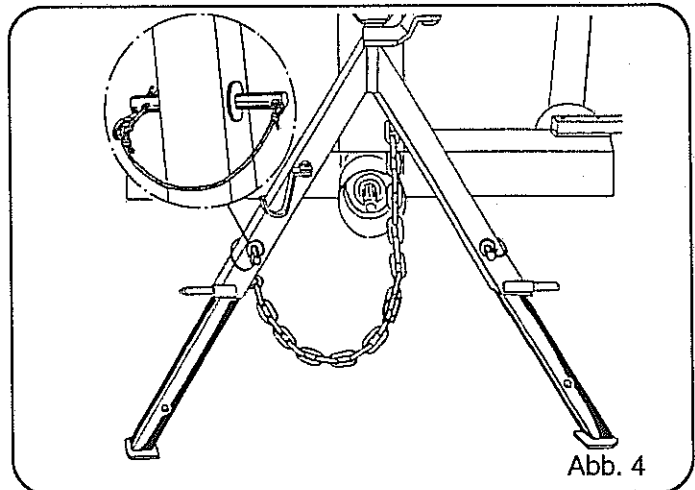

Abb. 4
Den RS 720 am Tragock anheben. Abstellstützen herausziehen und die Bolzen mit Steckern absichern (Abb. 4).
- Abstellstützen herausziehen und sichern (Abb. 4)